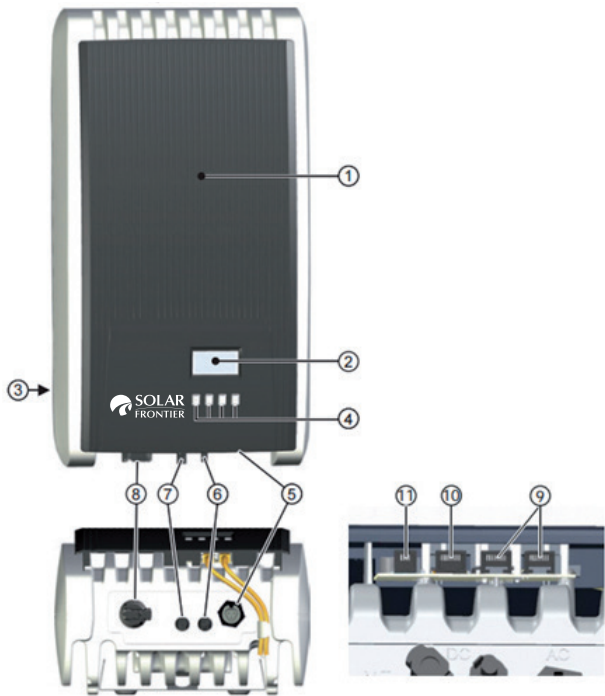

Figura 31
I tasti di comando (④ in figura 31) hanno le seguenti funzioni: